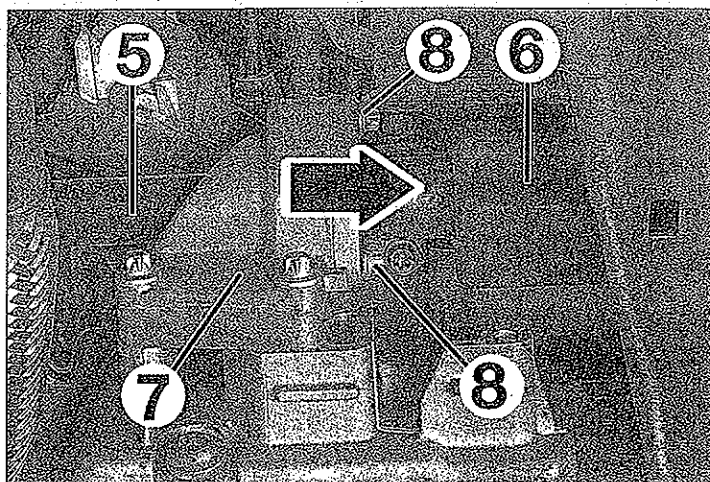

FIG. 3
- Desmontar la transmisión derecha del eje intermedio (5) golpeando con un extractor de metal blando en la parte metálica de la junta homocinética (6) (fig. 3).
- Desmontar los 3 tornillos (8) de soporte del apoyo (7) de la transmisión intermedia.
- Retirar el eje de transmisión intermedio (5) de la caja de velocidades.
- Fijar los 3 tornillos (8) en el soporte de apoyo de transmisión (7) y apretarlos al par (fig. 3).